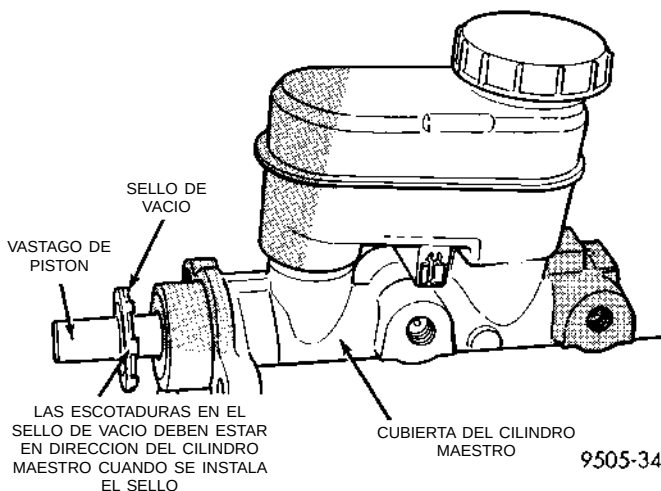
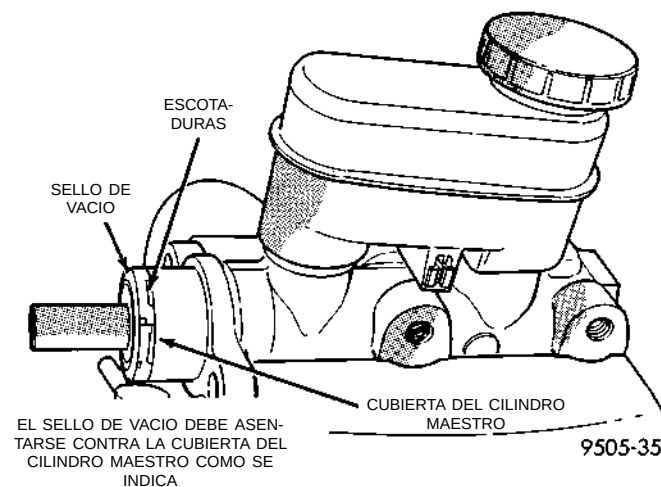

Fig. 110 Instalación del sello de vacío en el vástago de pistón del cilindro maestro
Fig. 111 Sello de vacío posicionado para la instalación del cilindro maestro
(2) Instale un sello de vacío en el vástago de pistón del cilindro maestro como se muestra en (Fig. 110), con las escotaduras del sello de vacío en dirección hacia la cubierta del cilindro maestro. Luego deslice el sello de vacío sobre el vástago de pistón del cilindro maestro hasta que el sello esté asentado contra la cubierta del cilindro maestro (Fig. 111) antes de